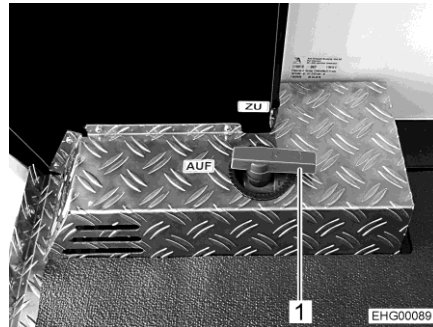

Bild 195 Bedienhebel (Ablasshahn)
Der Bedienhebel (Bild 195,1) für die Abwasserentsorgung befindet sich in der Heckgarage. Das Ablaufrohr mit Anschluss für einen Abwasserschlauch befindet sich unter dem Fahrzeug.
- Ablasshahn öffnen. Dazu den Bedienhebel (Bild 195,1) in Stellung "AUF" drehen. Das Abwasser läuft ab.
- Nachdem das Abwasser vollständig abgelaufen ist, den Ablasshahn wieder schließen. Dazu den Bedienhebel (Bild 195,1) in Stellung "ZU" drehen.